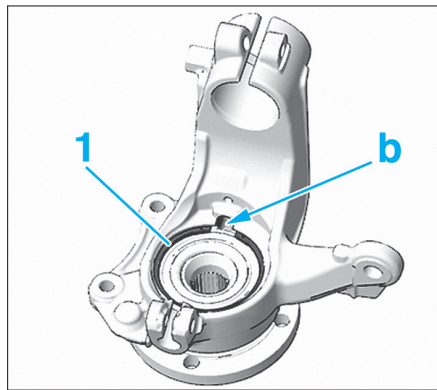

FIG. 41
- Reposer le circlips neuf (1) de maintien du roulement dans son logement (Fig.41).